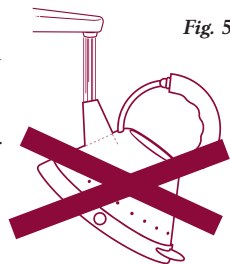

Fig. 5
- Fyld ikke elkedlen gennem hældetuden (fig. 5).